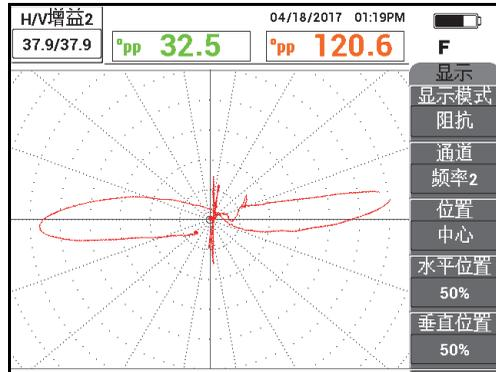

图 5-201 频率 2 的增益调整
- 调整管板圆环的信号，以使信号不会被屏幕剪切（8到9个主要分区）（参见第252页的图5-201）。